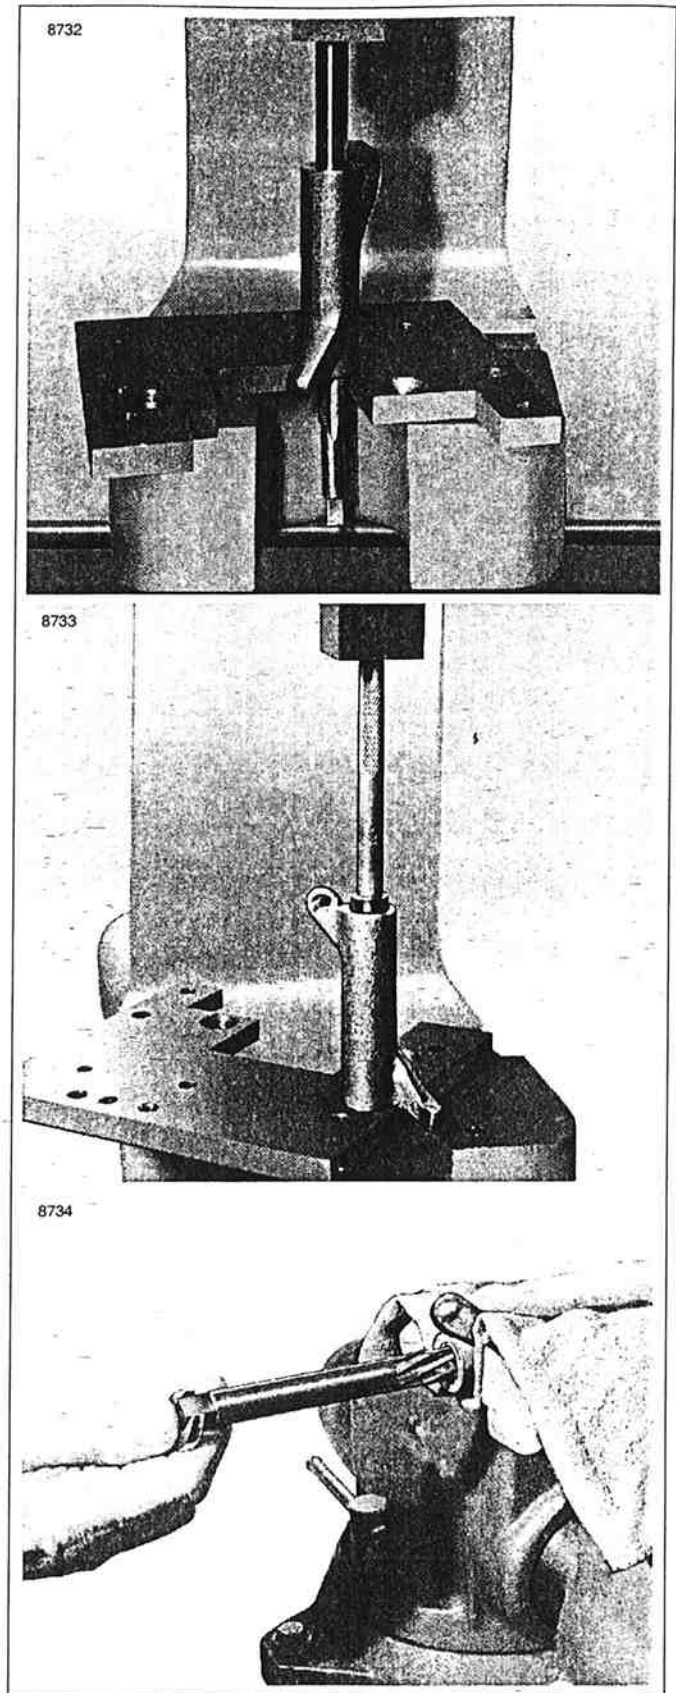

Figura 3-33. Reemplazo de bujes del balancín
1. Vea la Figura 3-33. Para reemplazar los bujes desgastados, presiónelos o impúselos fuera del balancín. Si se dificulta la extracción del buje, haga girar un macho de 9/16-18 en él. Del lado opuesto del balancín, presione para sacar el buje y el macho usando un eje de balancín desechado.